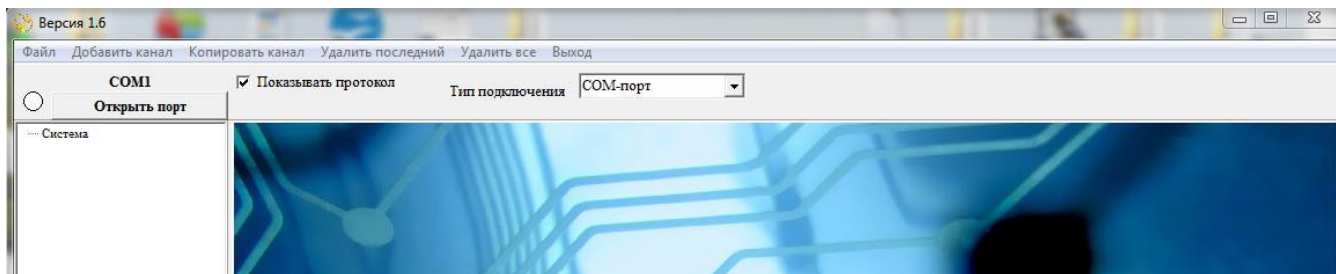

Рисунок 2
2.1 После первого запуска программы в главном окне (рисунок 2) будет отображаться пустое дерево системы. Необходимо выбрать тип подключения эмулятора к пользователю: «COM-порт», «TCP/IP» либо «MODBUS TCP». Индикатор активности порта (окружность в левом верхнем углу) будет белого цвета, это означает, что порт системы закрыт, там же расположены метка с наименованием порта и кнопка, которая в зависимости от выбранного типа подключения позволяет открыть или закрыть выбранный порт. Для «TCP/IP» порт постоянный — **7102**, для «MODBUS TCP» порт постоянный - **502** (рисунки 3, 4, 5).
При загрузке программы по умолчанию будет использована последняя сохраненная конфигурация. В нижней части окна отображается протокол обмена (данные команд поступающие в порт и отправляемые в ответ). Формат отображаемых чисел – шестнадцатиричный. Протокол обмена можно скрыть, деактивировав соответствующий флаг в верхней части главного окна (рисунок 2).